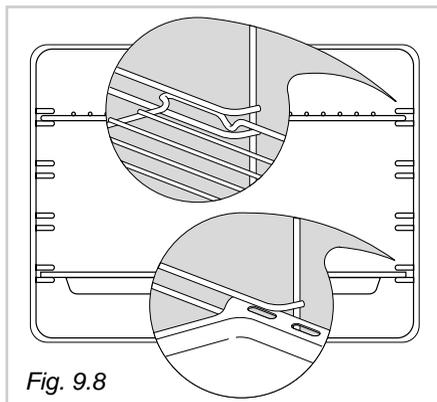

Fig. 9.8
- Infilare in mezzo alle guide dei telai laterali la leccarda e la griglia come in fig. 9.8. La griglia va montata in modo che l'arresto di sicurezza, che ne evita l'estrazione accidentale, sia rivolto verso l'interno del forno.